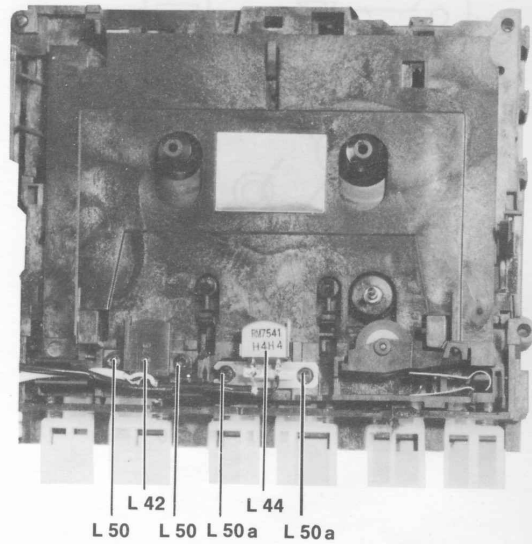

Fig. 6
4. Remplacement des têtes (Fig. 6).
Fig. 6 a
- 5.3 Pour le CR 560 : positionner la vis de tête gauche **L 50a** pour une tension de sortie maximum du système de tête (Fig. 6).
Revenir au réglage de **L 50a** : obtenir l'égalité des signaux du canal gauche et droit, en se rapprochant des valeurs notées précédemment (≤ 3 dB) (Fig. 6).
Placer le pouce et l'index à gauche et à droite du guide-touche (voir les flèches sur la figure 6).